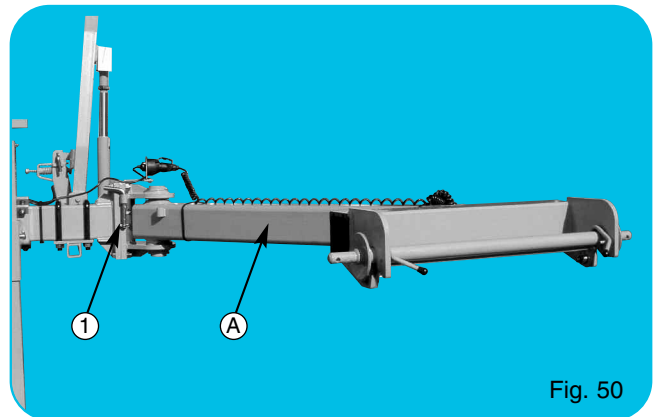
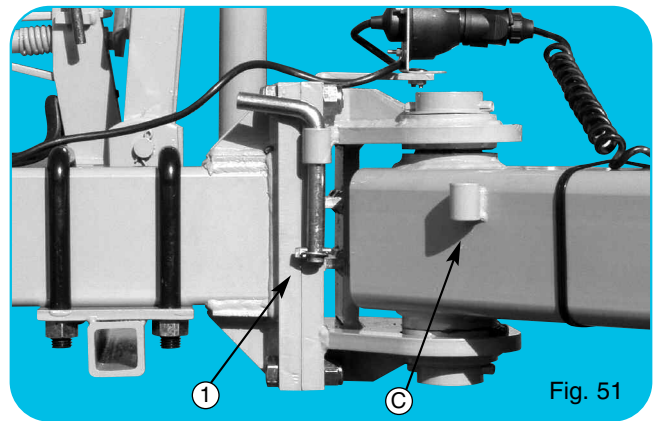

Fig. 50
Fig. 51
- Déverrouiller la flèche (A) fig. 50 du chariot en enlevant l'axe ① du bridage (C) de la flèche (voir fig. 51).
- Atteler le tracteur à la flèche (A) fig. 50 du chariot de transport.
- Unlock the drawbar (A) fig. 50 from the transport carriage by lifting the pin (C) from drawbar lock (see fig. 51).
- Couple the tractor to the transport carriage drawbar (A) fig. 50.
- Den Baum (A) Abb. 50 des Transportkarrens entriegeln, indem Sie die Achse ① der Einspannung (C) des Baums abnehmen (siehe Abb. 51).
- Den Traktor am Baum (A) Abb. 50 des Transportkarrens ankoppeln.
- Sbloccare il timone (A) fig. 50 del carro togliendo l'asse ① dell'imbrigliamento (C) dal timone (vedi fig. 51).
- Agganciare il trattore al timone (A) fig. 50 del carro da trasporto.